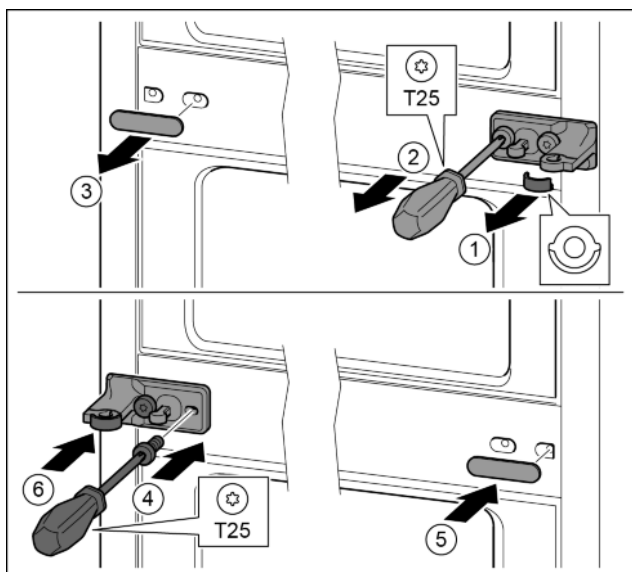

Fig. 29
- ▶ Zdjąć podkładkę. Fig. 29 (1)
- ▶ Śruby wykręcić przy pomocy śrubokręta T25. Fig. 29 (2)
- ▶ Ostrożnie zdjąć osłonę. Fig. 29 (3)
- ▶ Płytkę zawiasu wraz z folią obrócić o 180° przykręcić z drugiej strony. Fig. 29 (4)
- ▶ Osłonę obrócić o 180° założyć z drugiej strony. Fig. 29 (5)
- ▶ Podkładkę wsunąć od przodu. Fig. 29 (6)